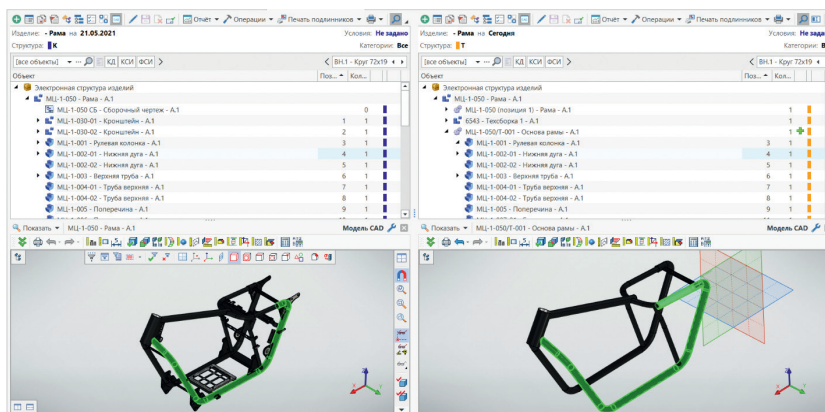

Рис. 2. Формирование производственно-технологической структуры изделия
• **Работа с различными типами (представлениями) структуры изделия.** В том числе создание производственно-технологической структуры изделия, предназначенной для отображения особенностей технологии изготовления и преимущественно сборки изделия. Ее выполняют на стадиях технологической подготовки производства и в процессе производства изделия (рис. 2).